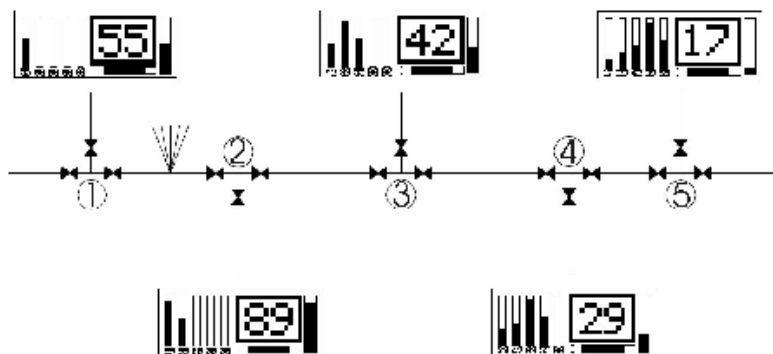

Figure 12 : Localisation d'une fuite
- La portion de la conduite située entre les deux accessoires les plus bruyants doit être vérifiée à l'aide du microphone de sol. (Figure 12)